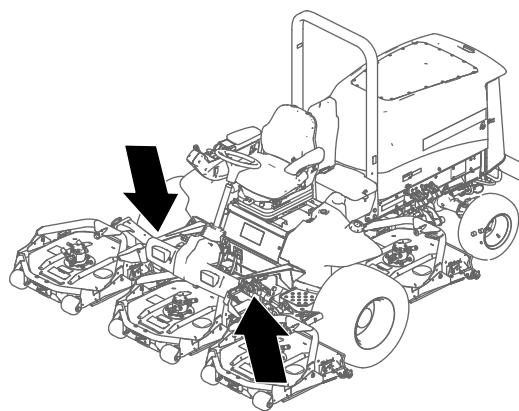
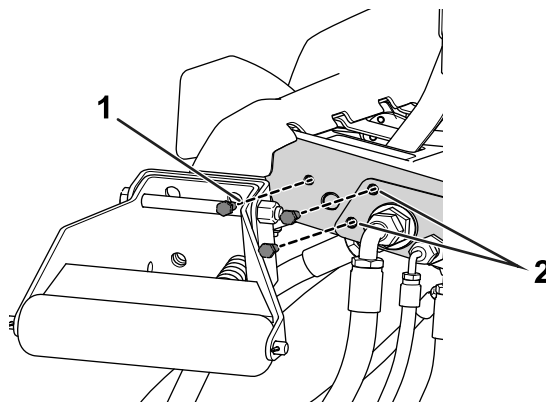
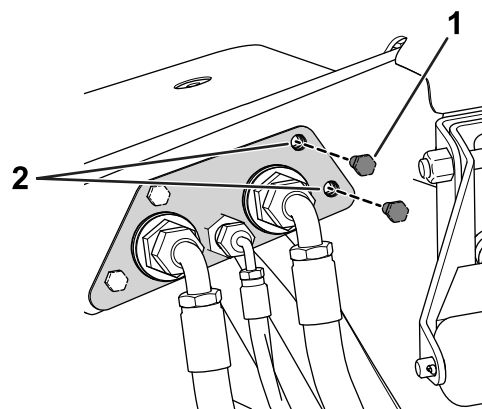

Рисунок 2
Рисунок 3
Рисунок 4
7. Выверните болты с обеих сторон из напольной рамы (Рисунок 2), как показано на Рисунок 3 и Рисунок 4.
сторон напольной рамы, как показано на Рисунок 3 и Рисунок 4.